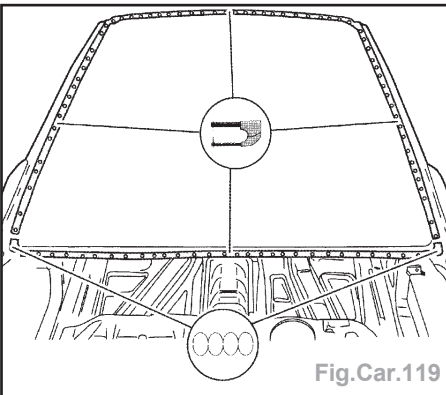

Fig.Car.119
- Souder par points de résistance les points d'assemblage signalés (Fig.Car.119).